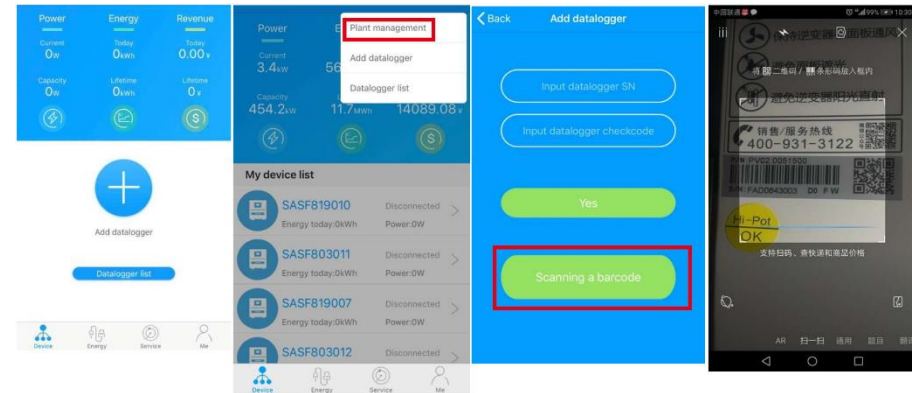

Abb. 8.7
- 1) Der Benutzer kann mehrere Datenlogger unter der aktuellen Anlage hinzufügen. Schritte: Klicken Sie „+“ in der rechten oberen Ecke und wählen Sie „Add Collector (WiFi/GPRS, etc.)“, wie in Abb. 8.7 dargestellt.